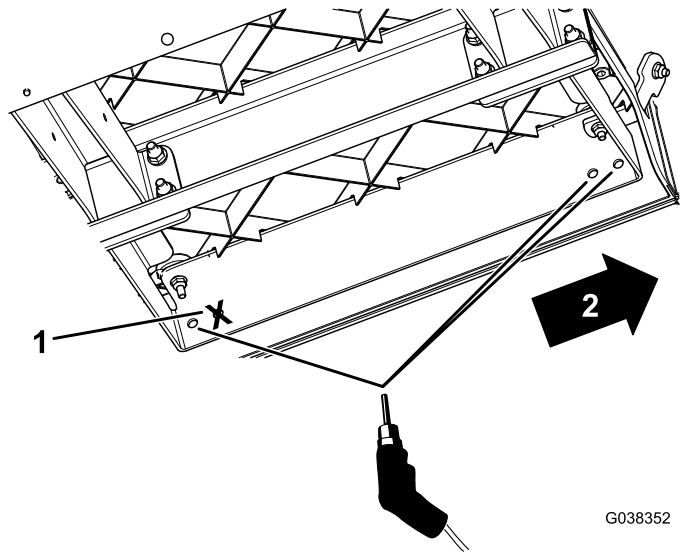

Figura 6
- Usando los soportes nuevos de la chapa de suelo como guía, perforo 3 orificios ($3/8''$ de diámetro) en cada chapa de suelo (Figura 6).
Importante: Perfore solamente los 2 orificios delanteros en los nuevos soportes de la placa del suelo y el orificio trasero más lejano, como se muestra en la Figura 6.